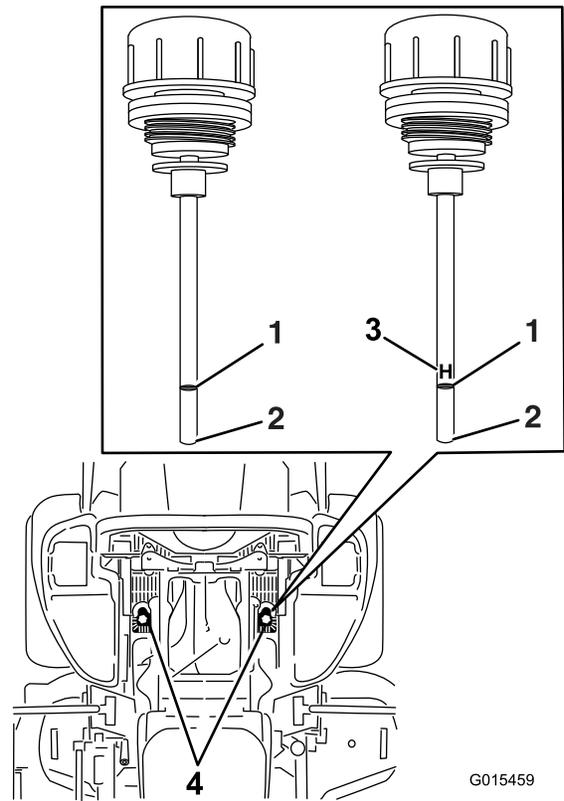

Figura 88
- Limpié la zona alrededor de las varillas de los depósitos del sistema hidráulico (Figura 88).
- Retire una varilla del depósito hidráulico (Figura 88).
- Retire la varilla e inspeccione el extremo (Figura 88).